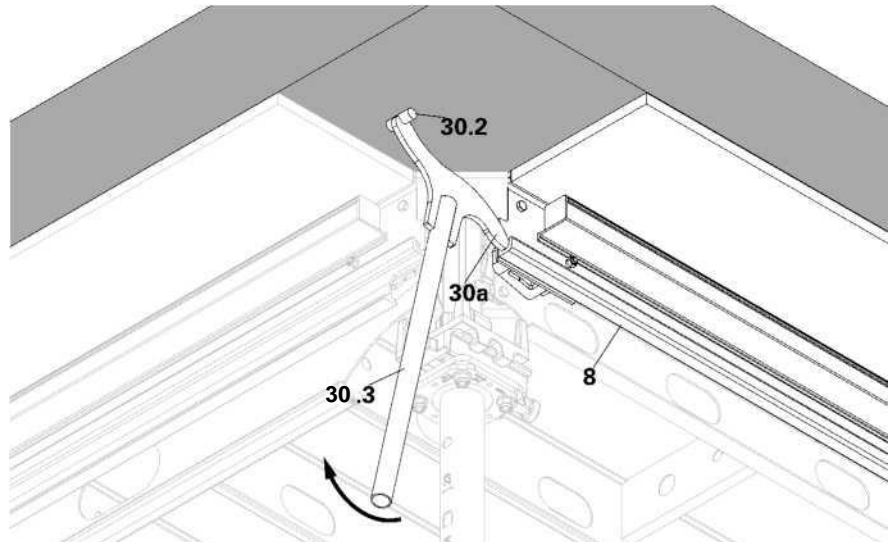
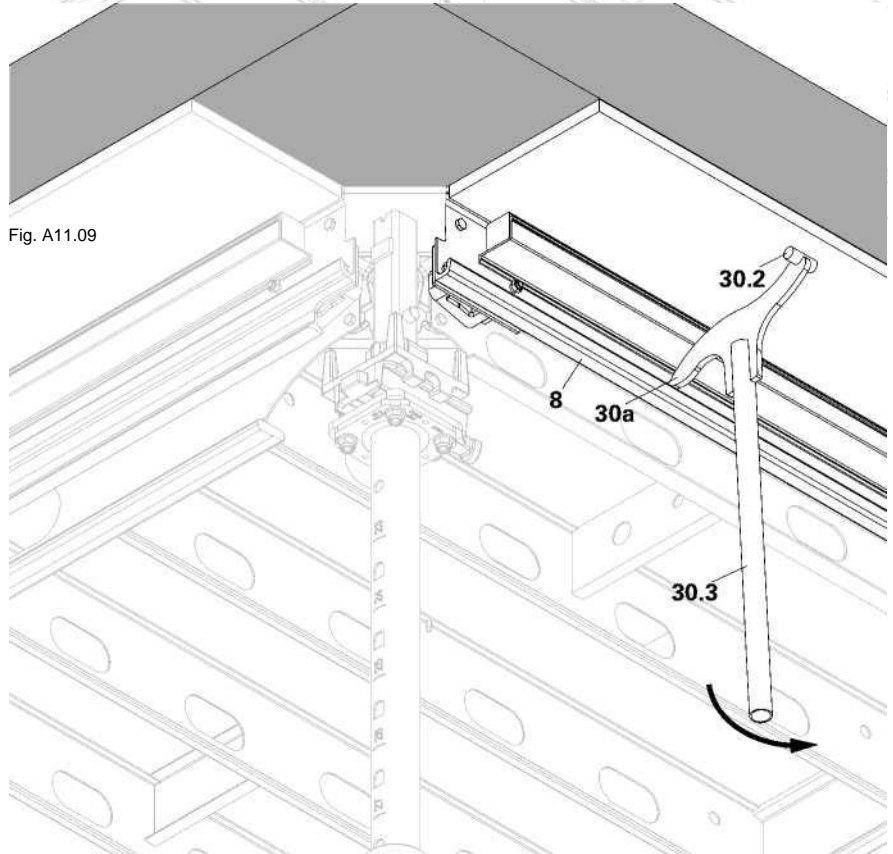

Fig. A11.09
Fig. A11.10
1. Ao usar a ferramenta de remoção AD (30) para baixar viga de compensação ADF (8), certificar que a parte frontal (30a) do Cabeçal esteja no rebordo da viga de compensação e que o ponto de articulação (30.2) seja pressionado na parte superior contra a superfície da laje. (Fig. A11.09 + Fig. A11.10)
2. Aplicar força ascendente com o cabo (30.3) da ferramenta de remoção AD (30) de forma que o ponto de articulação (30.2) seja pressionado contra a superfície da laje. ( ) Ajuda no desprendimento da viga de compensação ADF (8) da superfície da laje.